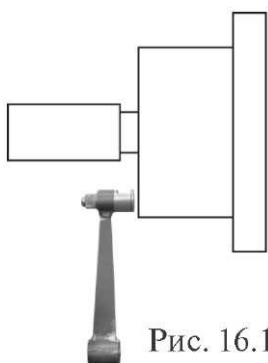

Рис. 16.1
21.1.1. Калибровка тракта измерения дистанции. Для оценки погрешности устройства ввода дистанции выдвиньте штангу ввода параметров и уприте рукоятку в задний торец фланца вала, как показано на рис. 16.1. При этом на экране ввода геометрических параметров (см. рис.10.2) появится
Нажмите кнопку «MENU», в открывшемся окне MENU выберите пункт 7 «Далее», нажав кнопку 7 в верхнем ряду клавиатуры. Откроется вторая страница окна MENU (см. рис.16.1). Выберите пункт 3 «Тест», нажав кнопку 3 в верхнем ряду клавиатуры. Откроется окно ТЕСТ (рис.21.1).